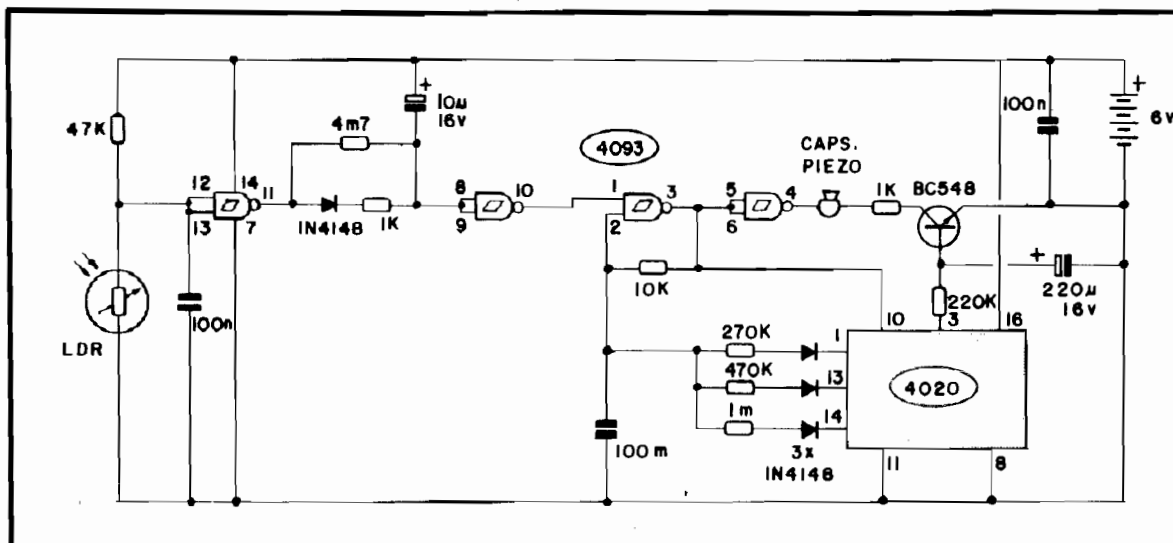

Fig.1
- FIG. 1 - O CIRCUITO - O "âmaço" do circuito encontra-se num gate de Integrado digital C.MOS 4093, delimitado pelos pinos 1-2-3... O dito gate está arranjado